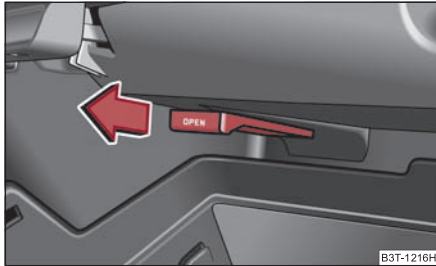

Abb. 108 Ablagefach: Bedienung der Kühlung
- Die Luftzufuhr wird geöffnet, indem Sie den Hebel in Pfeilrichtung ziehen ⇒ Abb. 108.